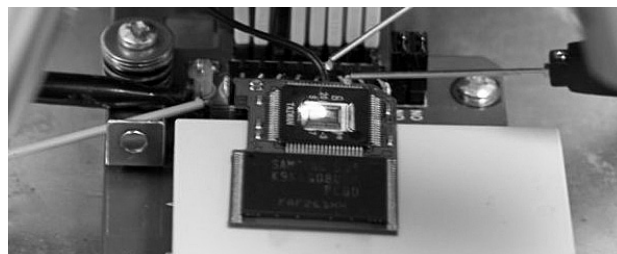
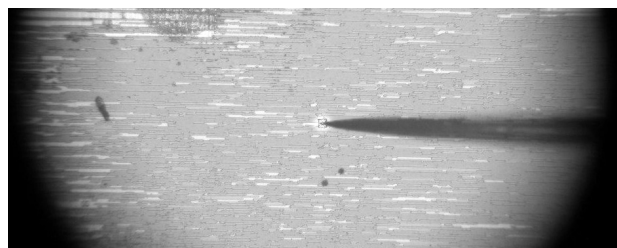

図1 マイクロプローブ・ステーション（SDカード内蔵コントローラを開封し、露出されたチップ表面上のプローブパッドにマイクロプローブを当てる）
図2 マイクロプローブ・ポイント（FIBによってダイ表面上に形成されたプローブパッドにマイクロプローブが当てられている）
- ①解析対象デバイスにおいて特許技術に関連する回路範囲を特定し、その回路解析を実施する。
- ②回路解析の結果から、内部配線のどの位置にプローブを当てるかそのポイントを特定する。
- ③ここで、実際に内部動作を解析するための電氣的測定を実施する新たなサンプルを用意して、その表面上にプローブパッドをFIB (Focused Ion Beam) 装置を駆使して形成する（プローブパッドからチップの内部配線上のプローブポイントまで結線することにより、内部配線上に直接、プローブを当てずに済むため、安定した電氣的測定が可能となる）。
- ④必要に応じて解析目的に合致したDUTボードを作成し、チップを動作させるのに必要な外部信号を与えるための環境を整備する。
- ⑤所望の動作をさせるためのプログラムを作成する。
- 図1に試験環境の例を、図2にチップ表面上に形成さ